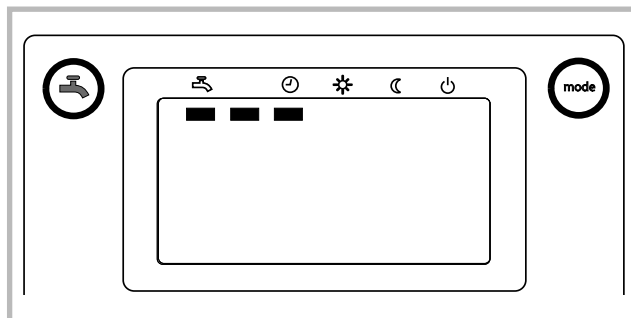

Figure 31 - Mise en service rapide
- Choisir la pente de la courbe de chauffe selon la méthode décrite au paragraphe "Réglage de la pente de chauffage". Voir figure 31 page 28.